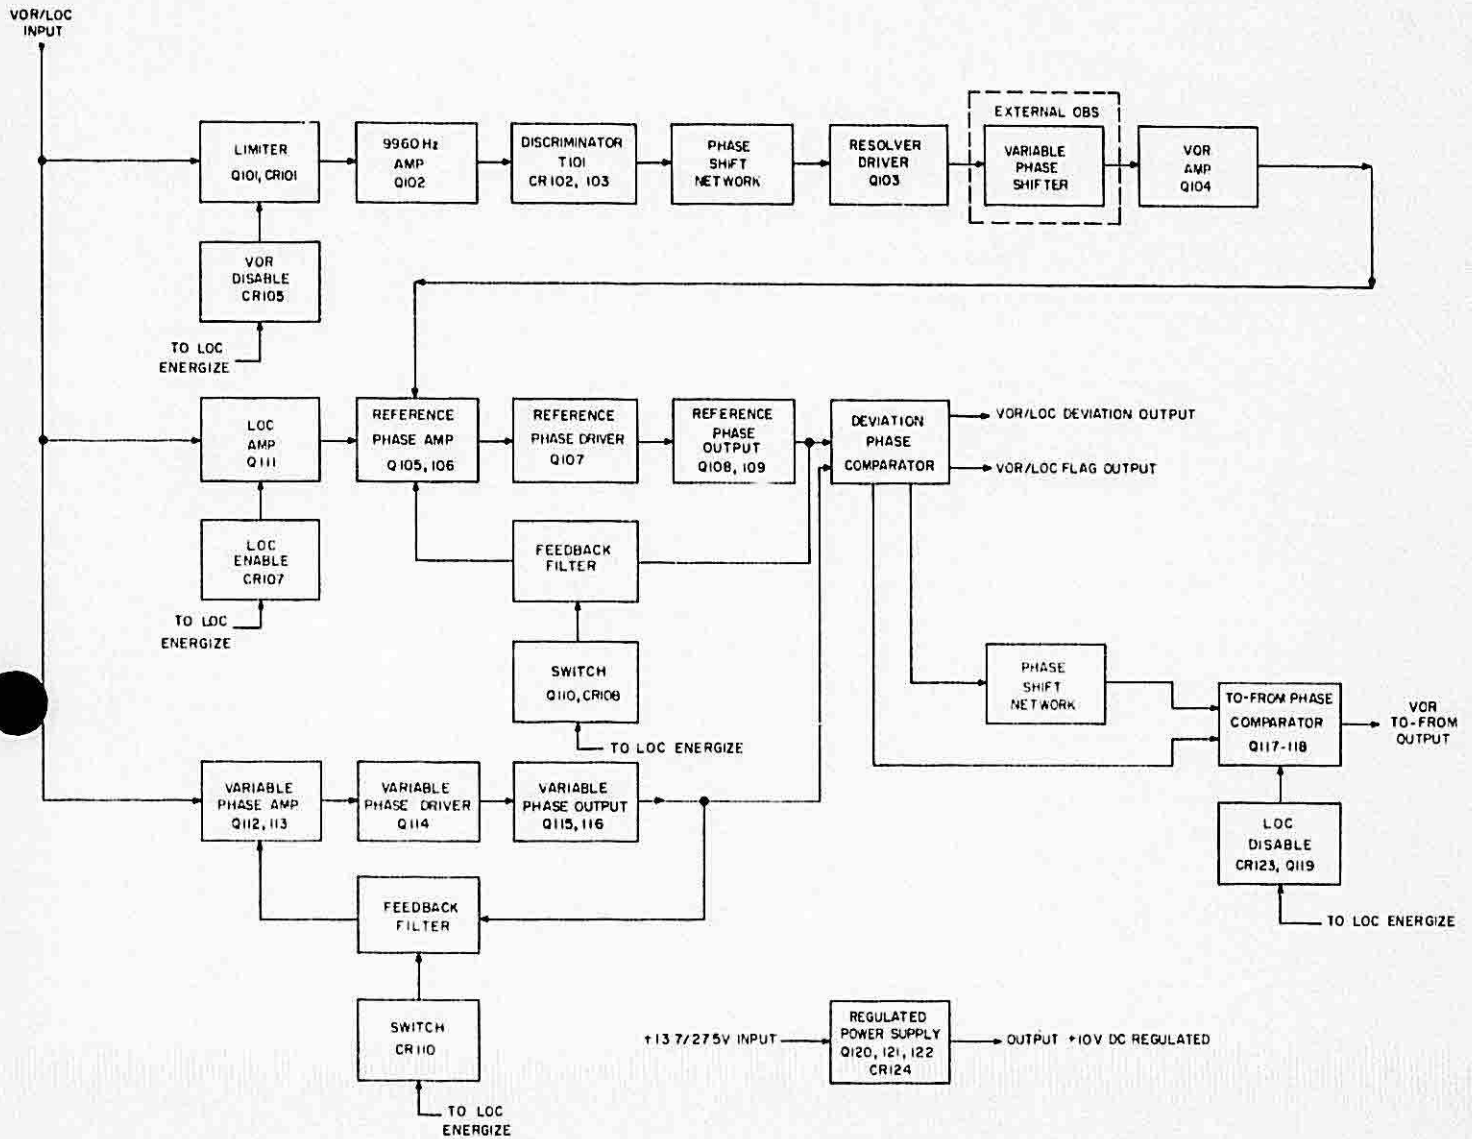

FIGURE 4-11 VOR-LOC CONVERTER BLOCK DIAGRAM
4.4.1 MANUAL CONVERTER BLOCK DIAGRAM (Figure 4-11)
4.4.2 LOCALIZER BLOCK DIAGRAM (Figure 4-11)